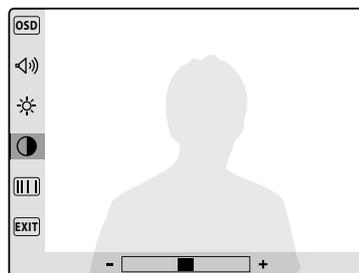

Fig. 20
- Le contraste (8 niveaux, **Fig. 20**) ;